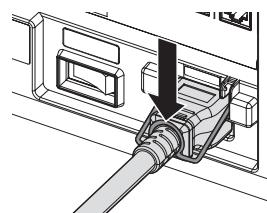

Abb. 4
- Halten Sie die Netzkabelhalterung gedrückt, bis das Ende der Netzkabelhalterung am Netzkabel einrastet, um das Netzkabel zu sichern. (Abb. 4)